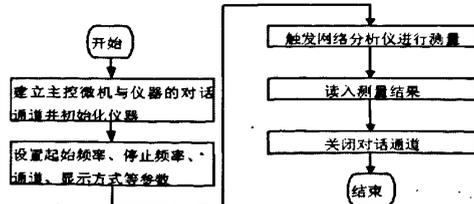
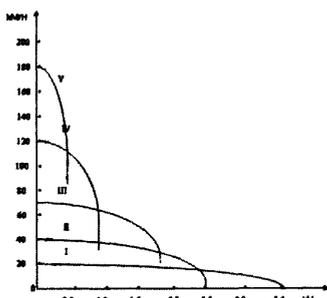
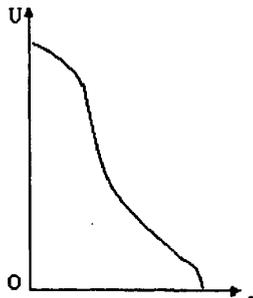

图3 程序流程图
图8
图9
进行程控测量。编程中,采用Lab Windows/CVI调用VISA库函数的方法。程序流程图如图3所示。
(1) 汽车发动机的功率一定, 其控制功率变化范围较小, 而为其设计了变速装置就大大地扩大了工作能力范围。如不用变速, 同一辆汽车只能在几十 km/h 的范围行驶, 而采用变速后就能增加到几百 km/h 的变化(见图8)。
(2) 内燃机车受装车发动机和功率的限制, 也要考虑尽量地发挥发动机的做功能力。机械传动是采用变速装置, 电传动机车就采用了对发电机进行恒功率励磁调节, 以获得给电动机提供的是一个近似于双曲线的电源特性曲线(见图9)。根据公式1和公式2, 图9就能够为电动机提供了一个牵引力与牵引速度变化范围较大的条件。
(3) 图8与图9都是恒功率曲线, 因为它们曲线上每一点的功率都是接近的。而电力机车三段半控桥式整流所提供的电源功率图3, 其特性曲线就截然不同。